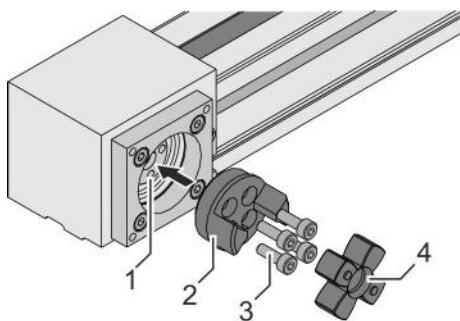

Fig. 25: Montar bujes atornillados
3. → Coloque los bujes atornillados (Fig. 25/2) sobre los ejes de correa dentada (Fig. 25/1) de ambas unidades lineales.
4. → Apriete en cada caso 4 tornillos (Fig. 25/3) en cruz por etapas:
5. → Coloque las coronas (Fig. 25/4) en los bujes atornillados.